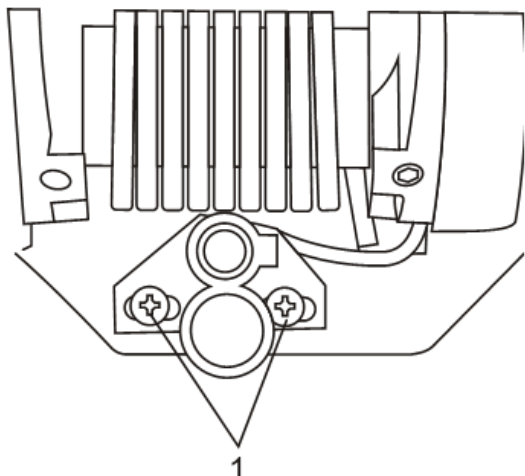

Fig. 26
Pour régler la ligne laser, utilisez un tournevis n° 2 \oplus (non inclus) pour desserrer les deux vis de montage du laser (1) (Fig. 26). Faites glisser le support laser vers la gauche ou la droite jusqu'à ce que le faisceau laser dégage juste le côté droit de la lame et soit complètement sur la "bonne pièce". Cela alignera la lame afin qu'elle coupe la pièce sur le côté gauche du faisceau laser. Serrez les deux vis de montage du laser et effectuez une autre coupe d'essai pour vérifier l'alignement du laser.